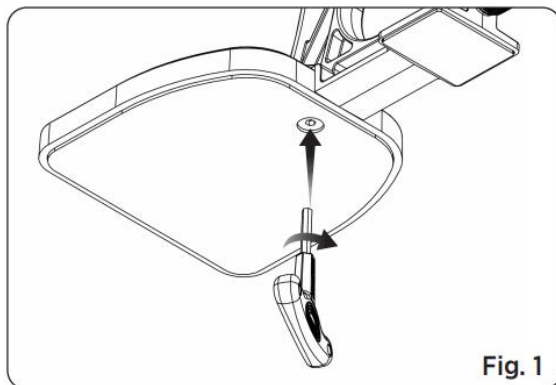

Fig. 1
1. Richten Sie die Anti-Fall-Befestigungsschrauben am Befestigungsloch aus und verwenden Sie den Schlüssel, um die Schleifbasis fest am Hauptstützrahmen zu befestigen (siehe Fig. 1).